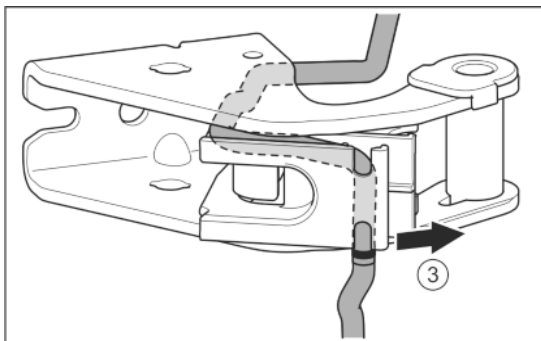

Fig. 24
- ▶ Kabel uit de geleiding losmaken. Fig. 24 (3)